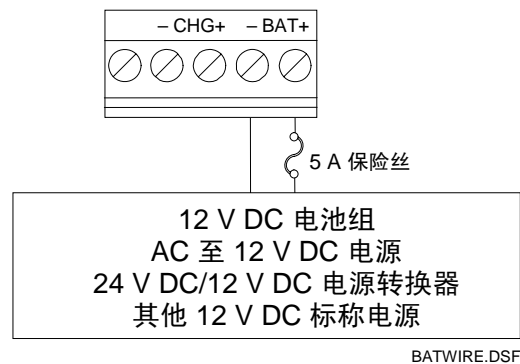

图 3-5. 12 V dc 电源和 BAT+ / BAT- 接线
4. 将每个裸线端插入 BAT+ 和 BAT- 末端螺钉下方的钳位（请参见图 3-5）。